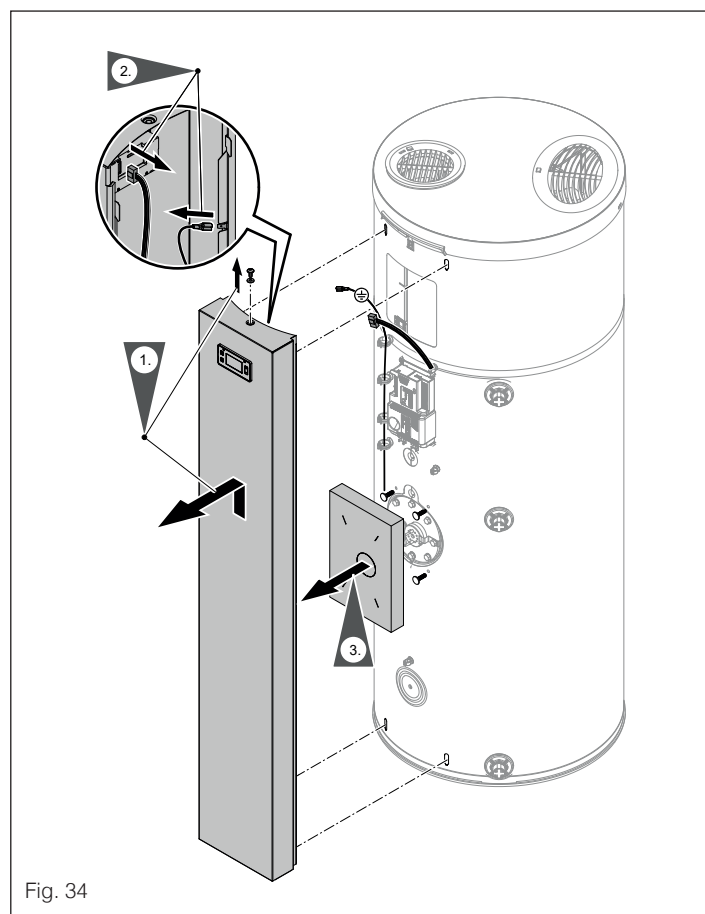

Fig. 34
- 2 Zdemontować panel przedni, zob. „Fig. 34”.
- 3 Zdemontować panel przedni, zob. „Fig. 34”.
- 9 Zamontować panel przedni z przewodem uziemiającym, zob. „Fig. 34”.
- 2 Zdemontować panel przedni, zob. „Fig. 34”, „9.4 Demontaż panelu przedniego” a pagina 25.
- 4 Zamontować panel przedni z przewodem uziemiającym, zob. „Fig. 34”.